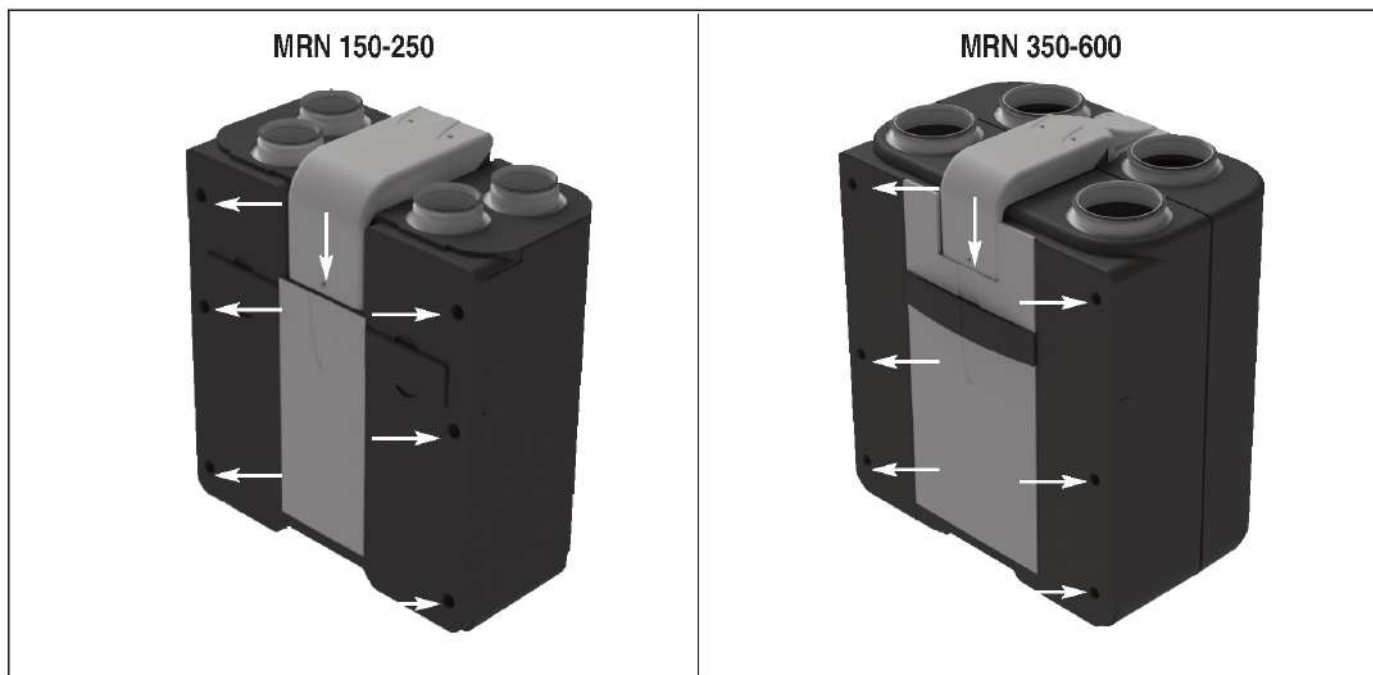
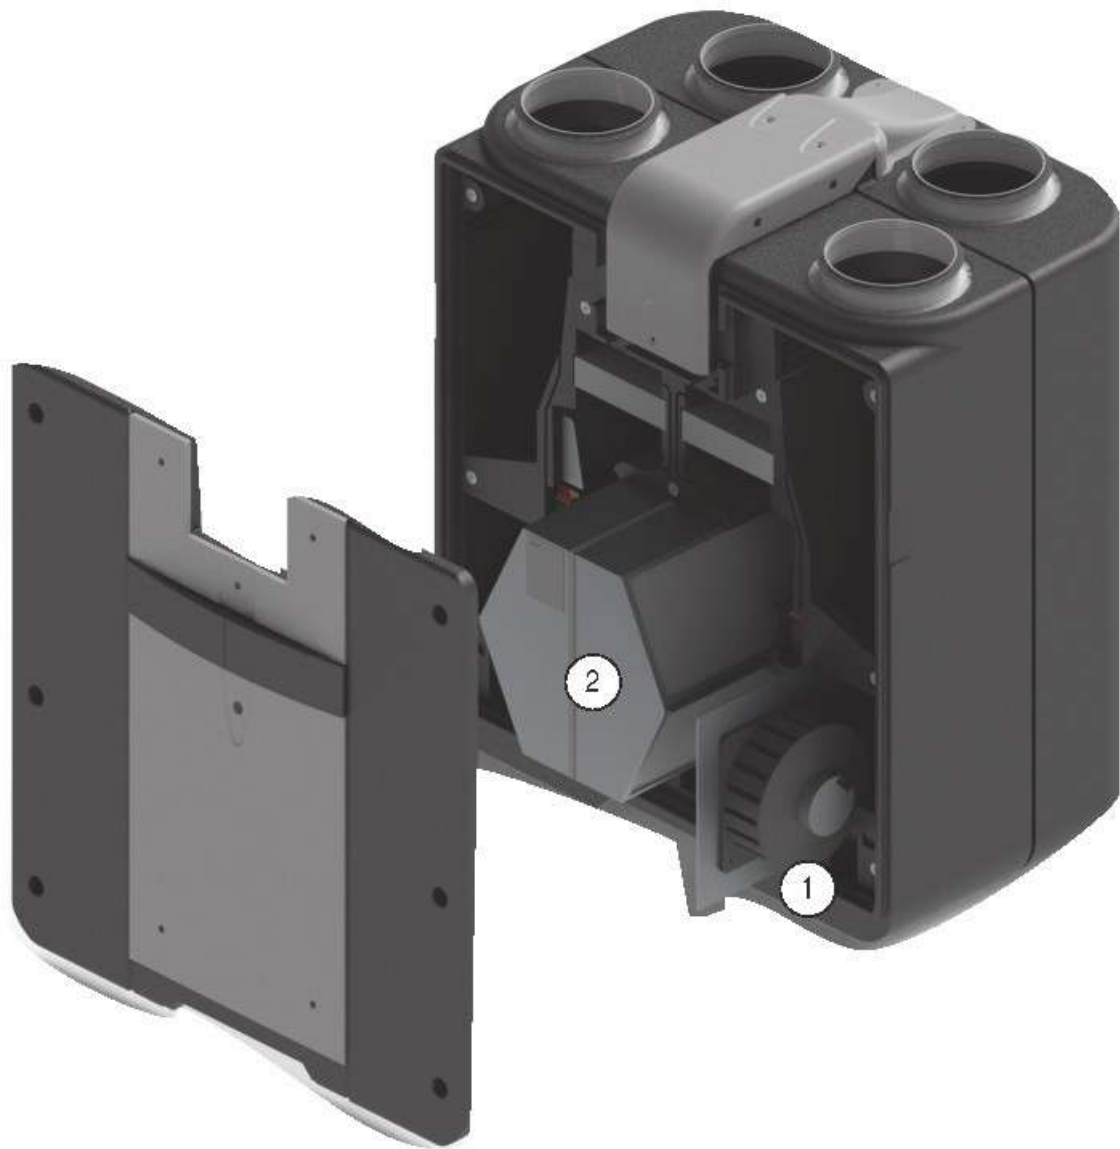

Fig.58
Fig.60
- 2) Togliendo prima i tappi di copertura, svitare le viti del pannello frontale (Fig. 58) con l'apposita chiave TORX, togliere il pannello tramite la presa ergonomica ad incasso (Fig. 58). In caso di pulizia, i ventilatori (1 Fig. 60) possono essere sfilati dopo averli sganciati dalla scanalatura di trattenimento e dopo aver disconnesso i connettori elettrici; per la pulizia, non usare detergenti aggressivi o solventi. Per il rimontaggio, procedere in sequenza inversa rispetto a quanto descritto.
In occasione dell'apertura dello pannello, verificare lo stato di pulizia del recuperatore (2 Fig. 60) e, se necessario, procedere allo smontaggio sfilandolo dalla sua sede usando l'impugnatura presente su esso.
- 2) First remove cover plugs, unscrew frontal panel screws (Fig. 58) with TORX key and remove front cover panel using ergonomic handle (Fig.58).
When cleaning is needed, each fan (1 Fig. 60) can be removed after unlocking by a retention groove and after disconnecting electrical wirings; for cleaning, don't use aggressive detergents or solvents.
On the occasion of the opening of the main panel, check the cleaning of the plastic heat recovery (2 Fig. 60) and, if needed, remove it from its place by its handle.